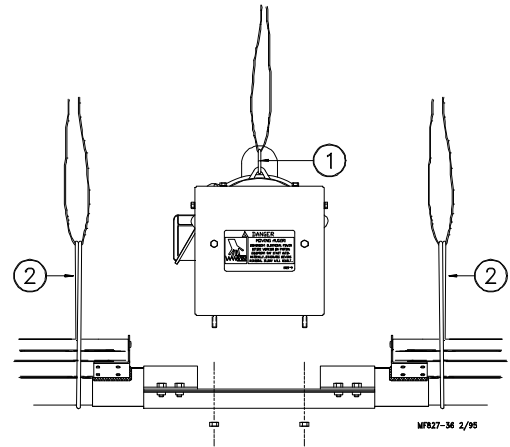

Figura 30. Instalación de la unidad de potencia (vista frontal)
1. Fijar la unidad de potencia y conjunto impulsor al conector base, utilizando la tuerca de 1/4-20, que se sacó previamente. Ver la Figura 30.
Aviso: Cada punto de ubicación de la unidad de potencia requiere (3) cables de caída de suspensión para sujetar la unidad e impedir que se produzca pandeo. Si no se van a usar los protectores de camada de la unidad de potencia, sujetar el motor como se muestra en la Figura 30. Las instalaciones que usan protectores de camada, seguir al paso N° 2.